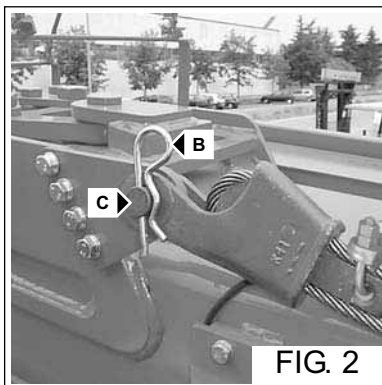

FIG. 2
- Ôter la goupille (Fig. 2 - Réf. B) et retirer le goujon de la chape de repos située sur la flèche extérieure (Fig. 2 - Réf. C).
- Remove the cotter pin (Fig. 2 - Ref. B) and extract the pin from clevis on the outside boom (Fig. 2 - Ref. C).
- Quitar el pasador (Fig. 2 - Ref. B) y extraer el perno del soporte de reposo en el brazo externo (Fig. 2 - Ref. C).